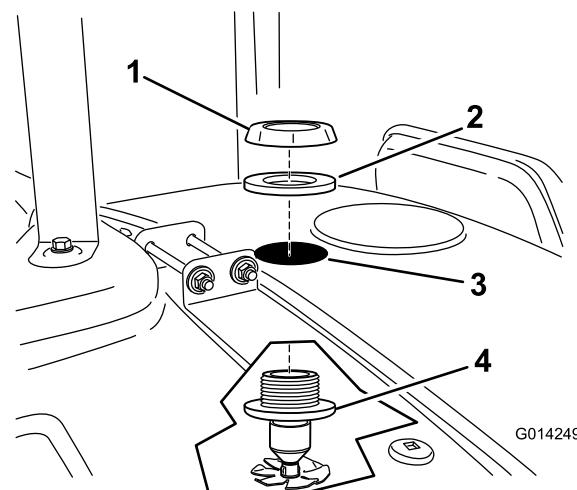

Figura 17
| 6. Montate il gruppo ugello dall'interno infilandolo attraverso il foro praticato (Figura 17). | |
7. Montate la guarnizione e il dado flangiato in plastica sui filetti che sporgono dal diaframma sopra il serbatoio (Figura 17). Accertatevi che la guarnizione sia posizionata correttamente tra il dado in plastica e la superficie del serbatoio.